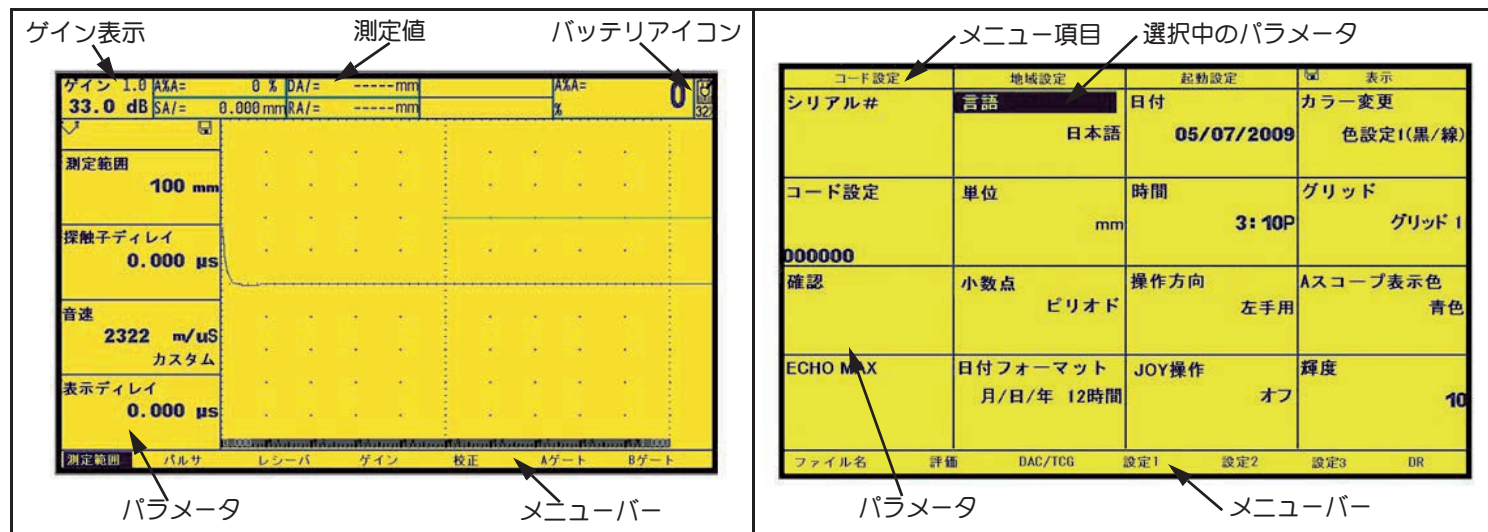

図 3: 探傷モード (左) と設定モード (右) (標準表示)
- **ゲインキー** () : 片側をゲインの減少、もう一方をゲインの増加に使用します (図 3-A)。
- **機能キー** () : 片側を機能 1、もう一方を機能 2 の選択に使用します (図 3-A)。
注：複数キーを同時に押す操作は左手で本体を持って操作してください（図 3 の左）。